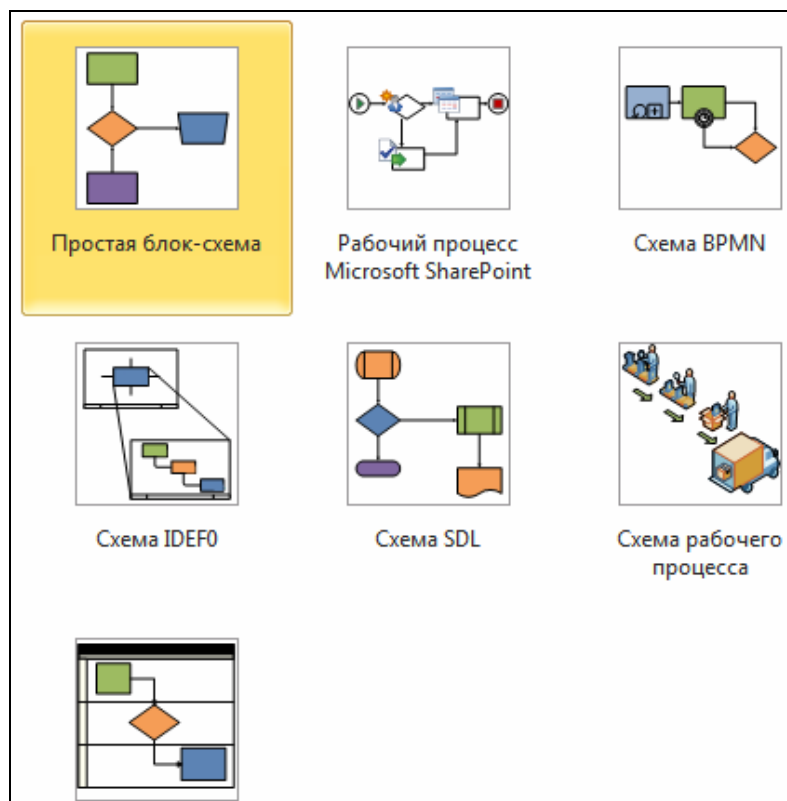

Рис. 1.3. Категория шаблонов *Блок-схема*
- *Блок-схеми* – шаблони для побудови ієрархічних, функціональних, об'єктно-орієнтованих та інших схем (рис. 1.3);